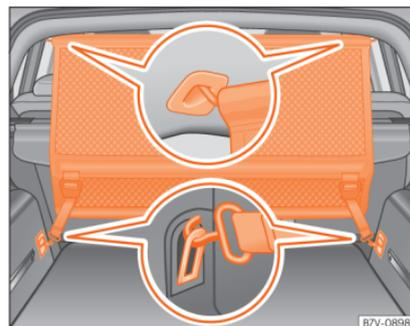

Abb. 171 Im Gepäckraum: Netztrennwand hinter der zweiten Sitzreihe einbauen
- Netztrennwand in der hinteren linken Aufnahme im Dach einhängen »» **Abb. 171**. Darauf achten, dass die Querstange über die »
- Beide Haltehaken der Netztrennwand in die vorderen Verzurrösen im Gepäckraum »» **Abb. 171** einhängen und die Gurte fest spannen.
- Netztrennwand in der vorderen linken Aufnahme im Dach einhängen »» **Abb. 171**. Darauf achten, dass die Querstange über die obere Position hinaus nach unten gezogen wird.
- Haltehaken der Netztrennwand an den Halteösen »» **Abb. 171** aushaken.
- Netztrennwand an der rechten Aufnahme im Dach »» **Abb. 171** durch Zusammendrücken der Querstange aushängen.